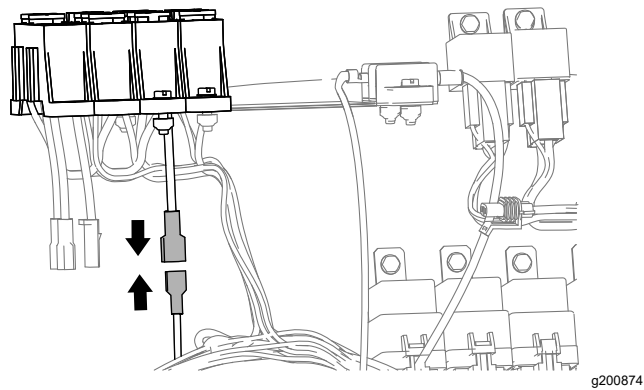

图 21
- 1. 对于保险丝盒中带有舌形连接接头的机器将完成套件线束的舌形接头连接至机器保险丝盒的插槽接头 图 21。